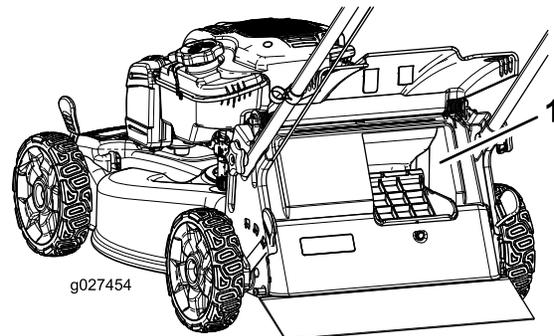

Figura 24
**Importante:** Para asegurar un funcionamiento correcto, retire cualquier recorte de hierba y otros residuos de la tapa de ensacado a demanda y del hueco adyacente (Figura 24) antes de mover la palanca de ensacado a demanda de una posición a la otra.